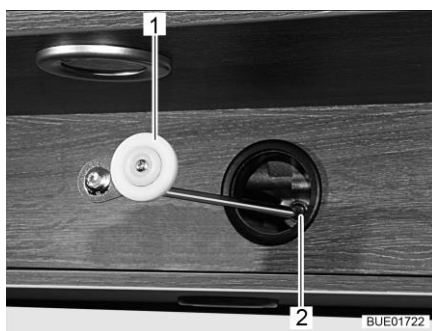

Fig. 144 Comando meccanico, azionamento
- Inserire nell'alloggiamento del motore (Fig. 142,1 o Fig. 143,1 e Fig. 144,2) la manovella (Fig. 144,1) a disposizione o una chiave esagonale.